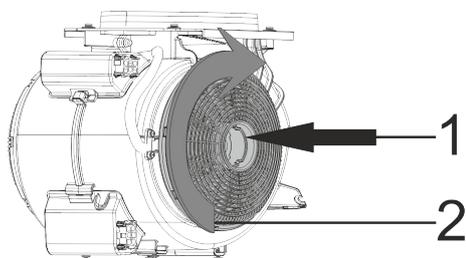

Fig. 5: FILTRO DE CARVÃO
- 1-Colocar o filtro de carvão na sua estrutura (Fig. 5).
- 2-Rodar o filtro de carvão no sentido horário, assegurar que fica completamente encaixado (Fig. 5).